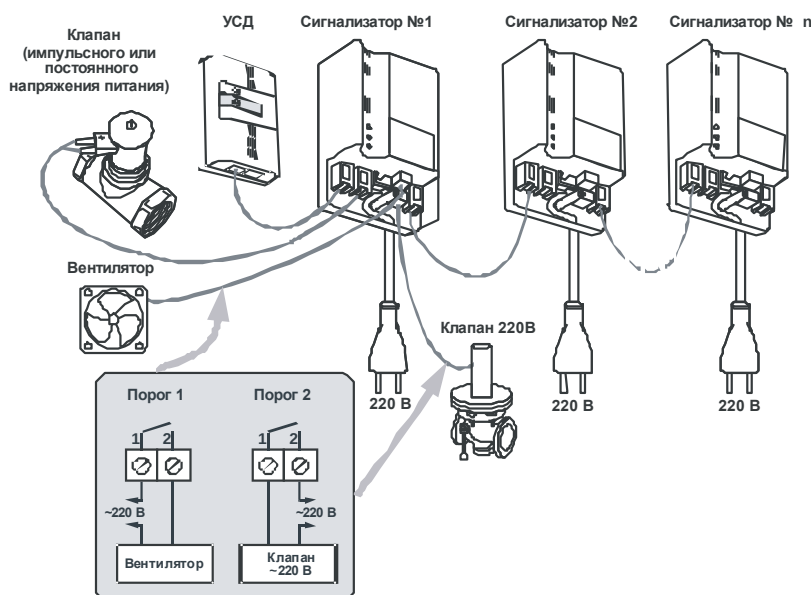

Рисунок 4 – Схема соединения оборудования с Сигнализатором
2.2.6.4. По желанию потребителя можно соединить несколько Сигнализаторов в шлейф (см. рисунок 4), в котором каждый из Сигнализаторов может управлять оборудованием, подключенным к одному из них (№1). Для соединительных кабелей шлейфа использовать провод ЛППВ 4х0,08мм² ТУ16-705.210-81 (или провод ШТПЛ-4 ТУ 16.К71-112-91) и телефонные вилки ТР6Р4С (RJ11).
ВНИМАНИЕ! Для обеспечения закрытия клапана (и включения иного подсоединенного оборудования) при срабатывании любого сигнализатора шлейфа клапан (и иное оборудование) необходимо присоединять к сигнализатору №1 шлейфа (см. рисунок 4) – т.е к сигнализатору с незадействованной в шлейфе розеткой "УСД". Оборудование, присоединенное к другому сигнализатору, сработает при срабатывании данного сигнализатора и следующих за ним в шлейфе (например, вентилятор, присоединенный к сигнализатору №3, включится при срабатывании третьего, четвертого и т.д. сигнализаторов, но не включится при срабатывании первого и второго сигнализаторов).